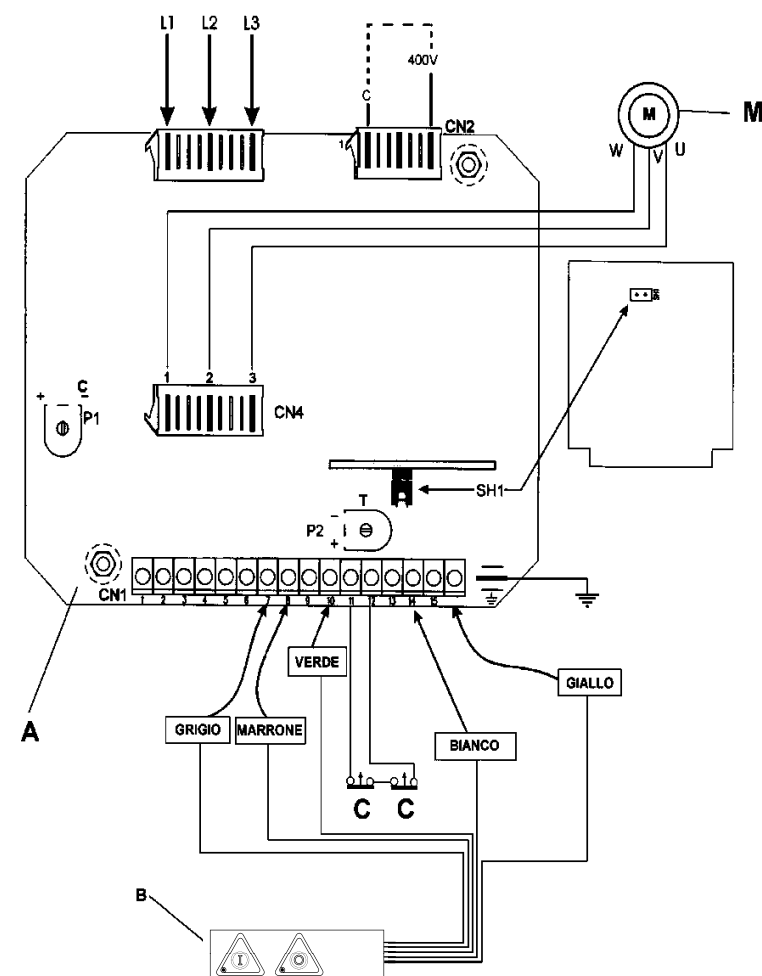

Fig.2.6.1
2.6.1 - Schema elettrico trifase a 400V (Fig. 2.6.1)